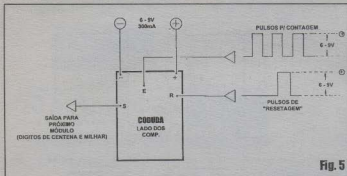

Fig. 5
- FIG. 5 - CONEXÕES EXTERNAS À PLACA - As ligações externas restringem-se nos acessos da alimentação, entrada de pulsos (E), saída de pulsos (S) e entrada de reset (R), feitas nos pontos demarcados, através de cabinho isolado... Atenção à polaridade da alimentação, sendo recomendado o uso do *vôdo* código de cor (**vermelho** para o **positivo**, e **preto** para o **negativo**...) nos cabinhos... De resto, as conexões são bastante simples, com seus posicionamentos já adequados ao eventual *enfileiramento* de vários módulos, conforme exemplificado na próxima figura...